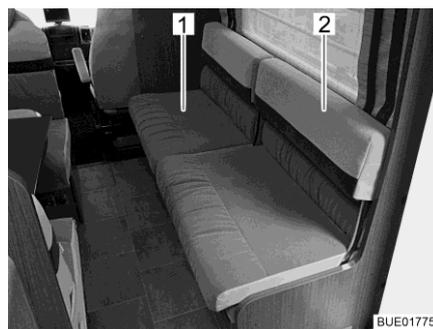

Fig. 98 Réglage du siège
- Soulever légèrement le siège (Fig. 98,1).
- Saisir l'appui-tête rembourré (Fig. 98,2) et le faire pivoter avec précaution vers le bas.